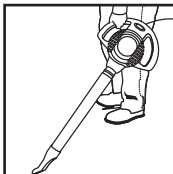

FIGURA 17
31. La posición operativa correcta consiste en sostener a una cierta distancia el soplador portátil a su lado con una mano. Su soplador portátil ha sido diseñado con el ángulo necesario para dirigir el chorro de aire hacia el suelo delante suyo. **FIGURA 17.**